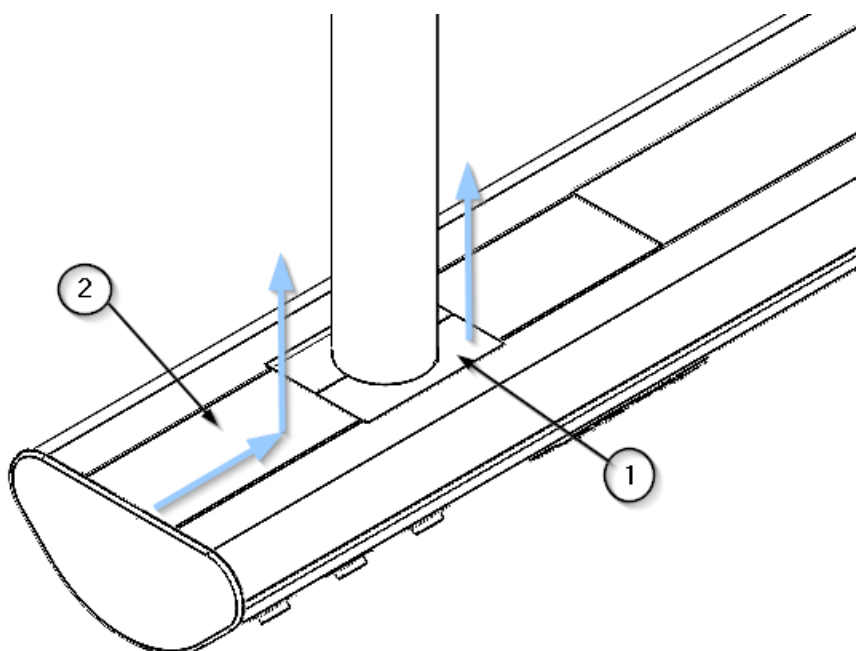

Fig. 2 Démontage des couvercles du corps principal
- À l'aide d'un outil hexagonal, retirez les 8 vis M4 x 6 (3) fixant les 5 brides latérales (2) de la paroi latérale (1), comme indiqué dans la figure 2.
- Retirez avec précaution le panneau latéral (1) et placez-le dans un endroit sûr.
- Fixez d'abord le capuchon d'extrémité (1) en soutenant les languettes latérales (2) dans les fentes filetées du corps principal et fixez-le avec les 8 vis M4 x 6 (3).
- Vérifiez que la paroi latérale (1) est correctement fixée.